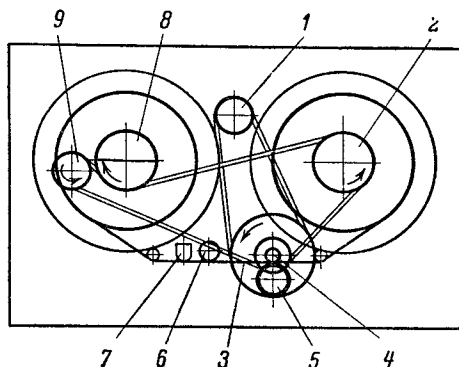
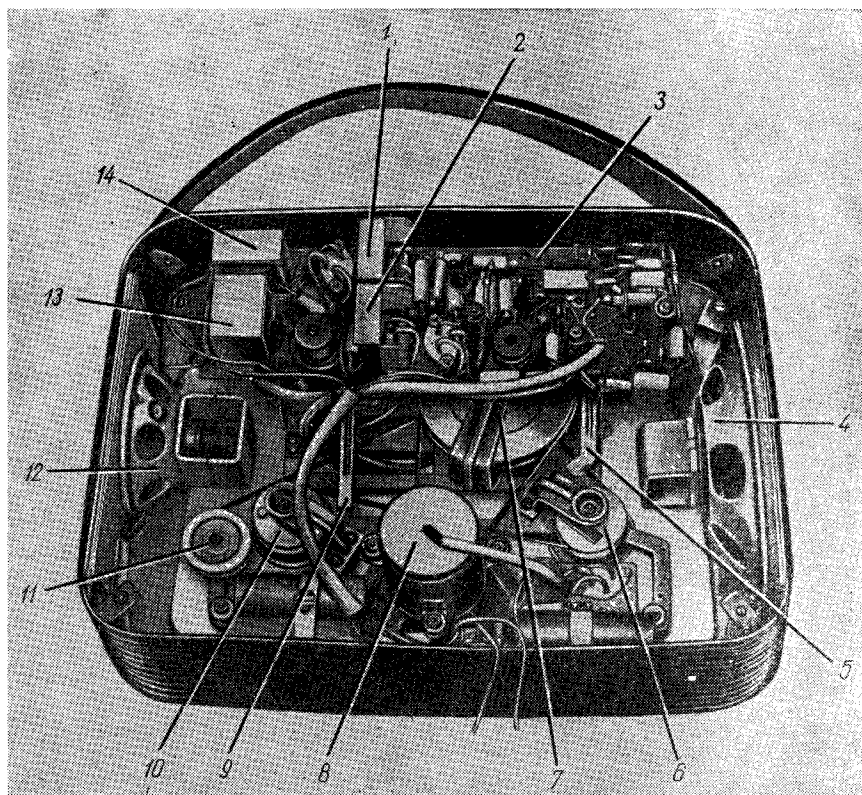

Рис. 127. Кинематическая схема лентопротяжного механизма.
Рис. 128. Расположение узлов и деталей магнитофона.
**Лентопротяжный механизм.** Кинематическая схема лентопротяжного механизма приведена на рис. 127, а расположение отдельных узлов и деталей магнитофона показано на рис. 128.